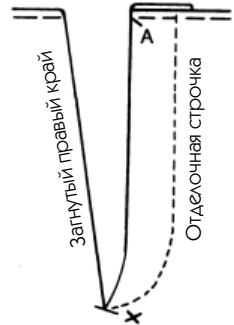

Рис. 460
7. Высвободите левый край разреза, загибая правый (см. рис. 460), затем выполните отделочную строчку, которая прочно прикрепит